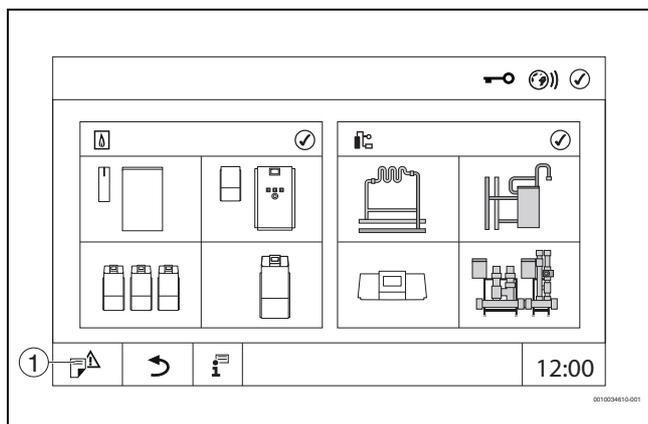

Fig. 17 Afficher Menu de service (exemple)
- ▶ Appuyer sur le symbole  (→ fig. 17, [1]) pendant env. 5 secondes.